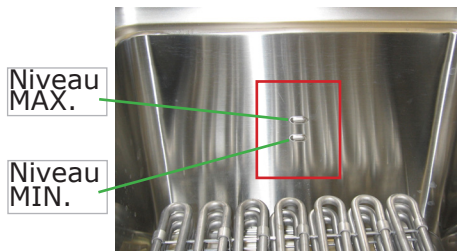

Fig. 7
- fermer le robinet d'évacuation et remplir le bac avec de l'huile ou de la graisse à frire, au moins jusqu'au repère de niveau MIN. et pas au-delà du repère de niveau MAX. présents à l'intérieur du bac (**fig. 7**).
Ne pas mettre la friteuse en fonction avant d'avoir rempli le(s) bac(s) d'huile jusqu'au repère de niveau MIN. et pas au-delà du repère de niveau MAX., situés à l'intérieur du bac, (fig.7).